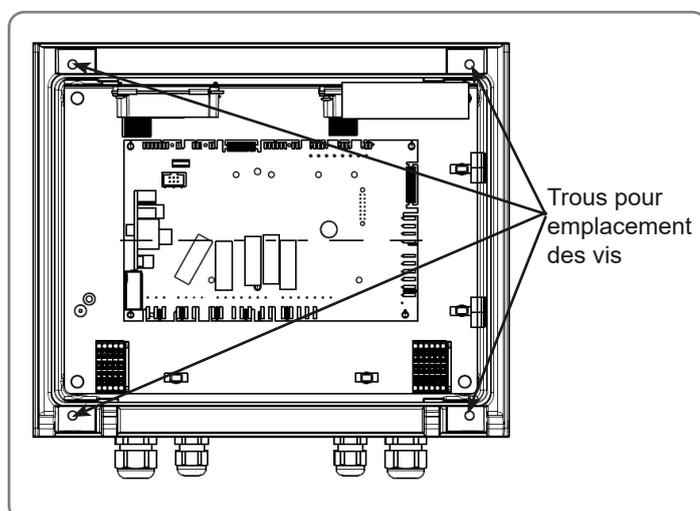

figure 7 - Emplacement des vis
- Installer les chevilles (si nécessaire) dans le mur en se repérant avec les trous du boîtier, fig. 7